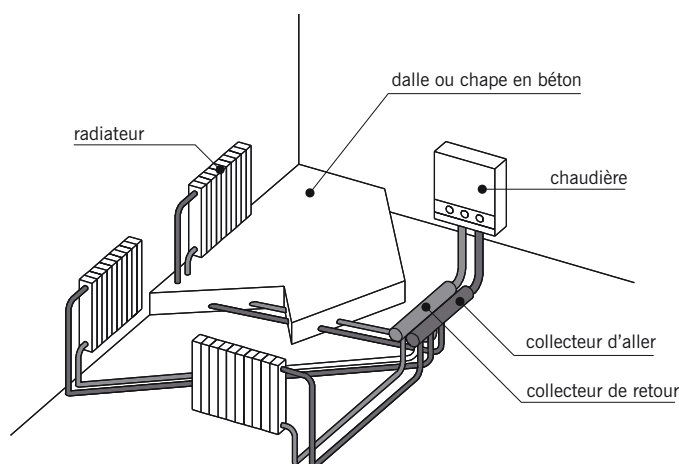
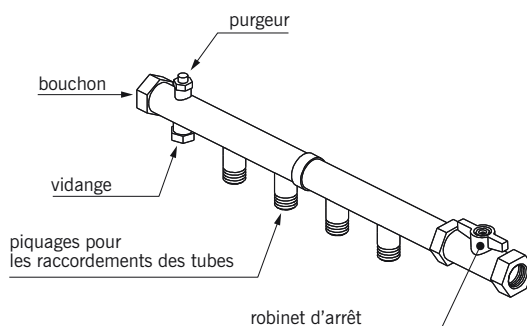

fig. 17.27
fig. 17.28
■ La **distribution en pieuvre** appelée aussi **distribution centralisée** ou **système hydro-câblé** (fig. 17.27) : chaque radiateur est alimenté individuellement par une canalisation d'aller et une canalisation de retour. Les tubes gainés, en cuivre ou plus généralement en polyéthylène réticulé (PER) sont incorporés dans l'épaisseur du plancher. Toutes les canalisations d'aller, ainsi que les canalisations de retour, sont raccordées à une pièce tubulaire appelé **collecteur** ou **nourrice** équipée d'un robinet d'arrêt et d'un purgeur manuel ou automatique (fig. 17.28).